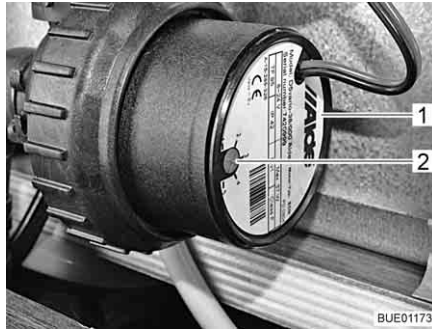

Fig. 206 Réduction de la vitesse de rotation
Le bouton tournant (Fig. 206,2) permet de régler la vitesse de rotation du circulateur. Une faible vitesse de rotation réduit les bruits de fonctionnement de la pompe.
Le bouton tournant se trouve sur le circulateur (Fig. 206,1).
- Tourner le bouton tournant (Fig. 206,2) dans le sens inverse des aiguilles d'une montre. La puissance est réduite.